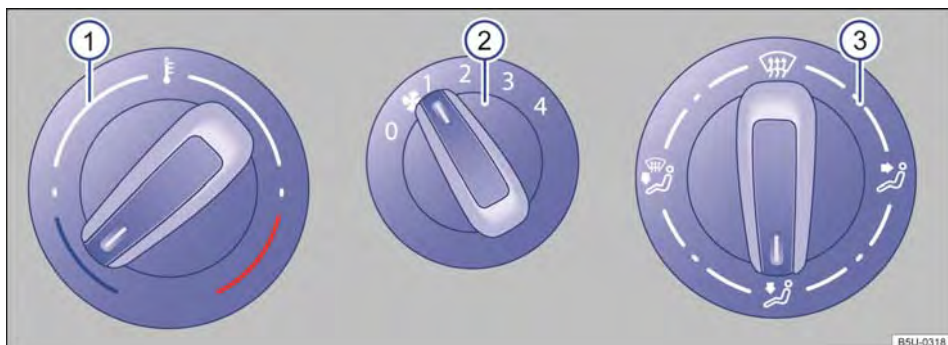

Fig. 79 Comandos do sistema de ventilação e aquecimento.
- *Sistema de ventilação e aquecimento*: girar o regulador do ventilador para o nível 0 → Fig. 79 (2).
- *Sistema de ventilação e aquecimento*: girar o regulador rotativo esquerdo → Fig. 79 (1) para regular a respectiva temperatura.
- *Sistema de ventilação e aquecimento*: girar o regulador do ventilador → Fig. 79 (2).
- *Sistema de ventilação e aquecimento*: girar o regulador da direita → Fig. 79 (3) para posição desejada.
- Em veículos com sistema de aquecimento, girar o botão da temperatura → Fig. 79  totalmente para a direita, para a posição máxima de aquecimento.